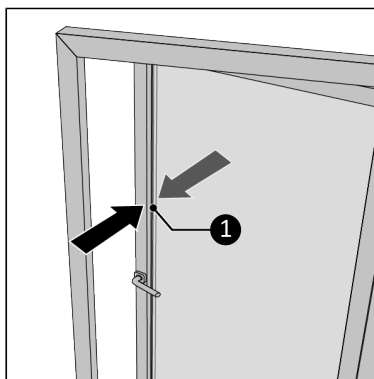

Figura 85.
2. Măsurați lățimea cadrului pivotant exterior al ferestrei (Figura 85, nt. 1).